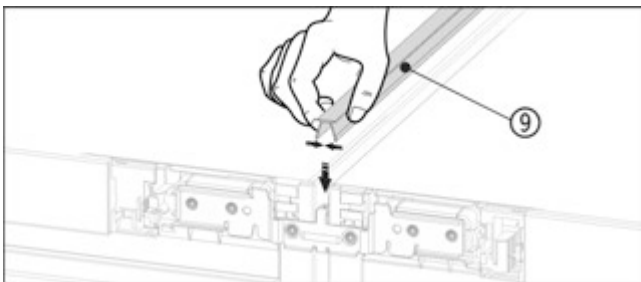

Fig. 20
- ▶ Затисніть на верхньому боці короткий нащільник Fig. 20 (9) в горизонтальну щілину.